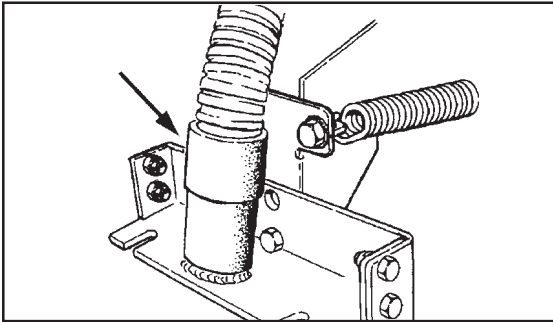

Figure 9
2. Attach the vacuum hose cuff to the squeegee hose fitting (see figure 9).
1. The squeegee body can be tilted to adjust the squeegee blade flare in the middle to match the flare on the ends. To adjust the tilt, loosen the adjusting bolt located on the left and right side of the squeegee (see figure 9).
2. Fixez le manchon du flexible d'aspiration au raccord du flexible de la raclette (voir figure 9).
1. Le corps de la raclette peut être incliné pour régler l'évasement central du balai afin que ce dernier corresponde à l'évasement des côtés. Pour régler l'inclinaison, désérrez le boulon de réglage situé sur les côtés gauche et droit de la raclette (voir figure 9).